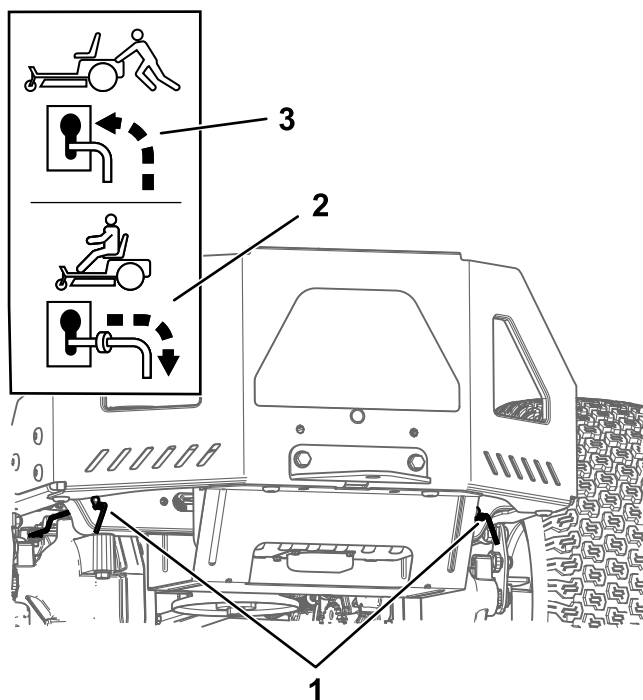

Figura 32
4. Spostate entrambe le leve di bypass in avanti attraverso il foro asolato e verso il basso per bloccare in posizione (Figura 32).